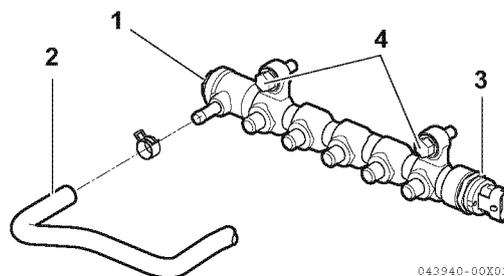

Figure 7-11
- Retirez le tuyau de fuite (2, Figure 7-11) du limiteur de pression (1, Figure 7-11).
- Retirez le coupleur de câblage du capteur de pression (3, Figure 7-11).
Déposez les 2 boulons M8 (4, Figure 7-11) qui fixent la rampe commune puis déposez le corps de la rampe.